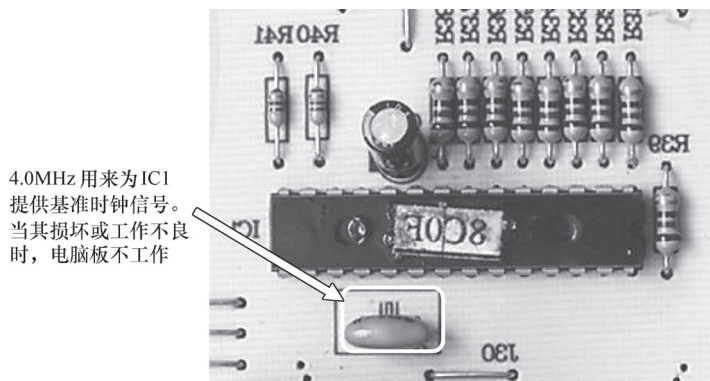

图 5-8 单片机与振荡器实物组装图
试将 IC1 ⑨、⑩脚外接的 4.0MHz 时钟振荡器换新后，故障被排除。其实物组装如图 5-8 所示。